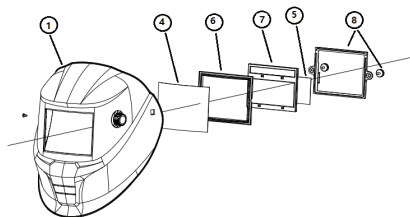

Рис. 2
Снятие и замена защитного стекла: для вставки нового наружного защитного стекла (4) снимите фильтр, отвернув два фиксирующих винта (8) на внутренней стороне маски (1). После этого можно снять старое стекло и вставить новое, а затем установить светонепроницаемую рамку (6), фильтр с автоматическим затемнением (ADF) (7), внутреннее защитное стекло (5) и фиксирующую рамку ADF (8) и заменить два фиксирующих винта (см. рис. 2).